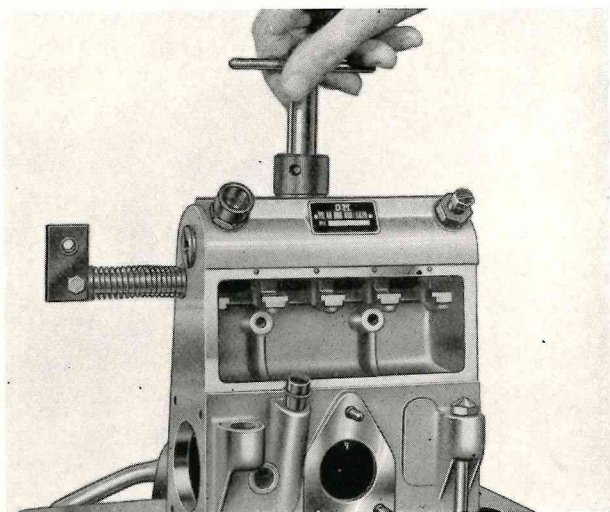

Fig. 78 - Fresatura sedi.
- dopo aver montato i pompanti e le punterie, inserire sotto queste ultime le forcelle **A 323033** per permettere il montaggio dell'albero ad eccentrici, controllare che l'asta scorra liberamente e verificare che gli stantuffi non presentino indurimenti. Se quest'ultimo caso si verifica può essere dovuto a deformazione delle sedi di alloggiamento dei cilindri, sedi che devono essere rettificate (fresa **U 323029**) (fig. 78);